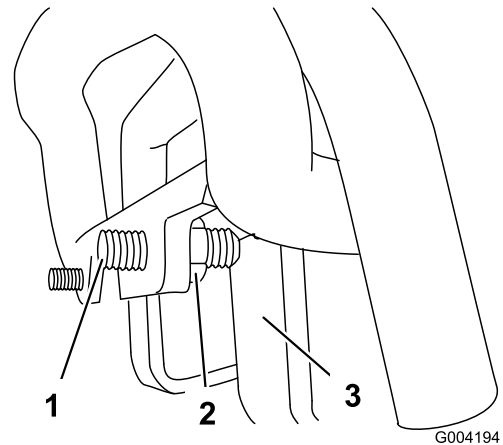

Figura 57
3. Si la máquina se desvía a la **izquierda**, afloje la contratuerca de la **derecha** y ajuste el tornillo de fijación de desplazamiento en la parte delantera del control de tracción (Figura 57).
4. Si la máquina se desvía a la **derecha**, afloje la contratuerca de la **izquierda** y ajuste el tornillo de fijación de desplazamiento en la parte delantera del control de tracción (Figura 57).